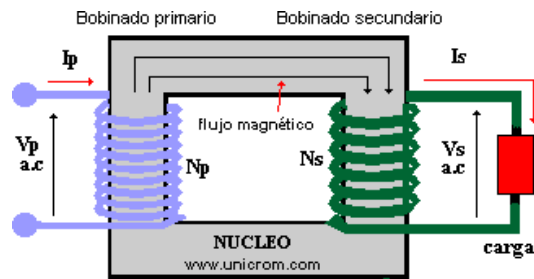

Fig. 23 Estructura de un Transformador
Es un dispositivo eléctrico que consta de dos bobinas sin contacto eléctrico entre ellas, arrolladas a un mismo núcleo de hierro, fig. 23, y que se utiliza para unir dos o más circuitos de corriente alterna (CA) aprovechando el efecto de inducción entre las bobinas. La bobina conectada a la fuente de energía se llama bobina primaria. Las demás bobinas reciben el nombre de bobinas secundarias. Un transformador cuyo voltaje secundario sea superior al primario se llama transformador elevador. Si el voltaje secundario es inferior al primario este dispositivo recibe el nombre de transformador reductor. El producto de intensidad de corriente por voltaje es constante en cada juego de bobinas, de forma que en un transformador elevador el aumento de voltaje de la bobina secundaria viene acompañado por la correspondiente disminución de corriente.